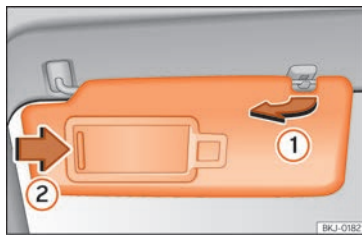

Abb. 81 Sonnenblende.
- Die Sonnenblende kann aus der Befestigung entnommen und zur Tür gedreht werden »» (Abb. 81) (1).